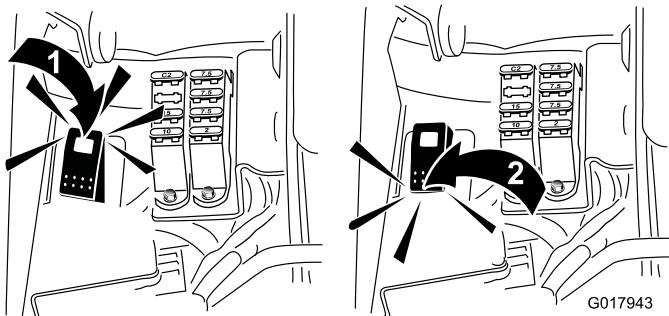

Bild 51
5. Drehen Sie den Läpphebel auf R (Bild 51).